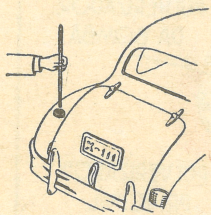

Fig. 16—Para verificar se há gasolina no reservatório deve introduzir-se-lhe uma vareta e ver até que altura fica humedecida pela gasolina
36. Para se verificar se há gasolina no reservatório, não há que confiar no indicador de gasolina que pode estar avariado. Deve introduzir-se, por isso, uma vareta bem limpa pela abertura do reservatório e ver até que altura fica humedecida pela gasolina (fig. 16).